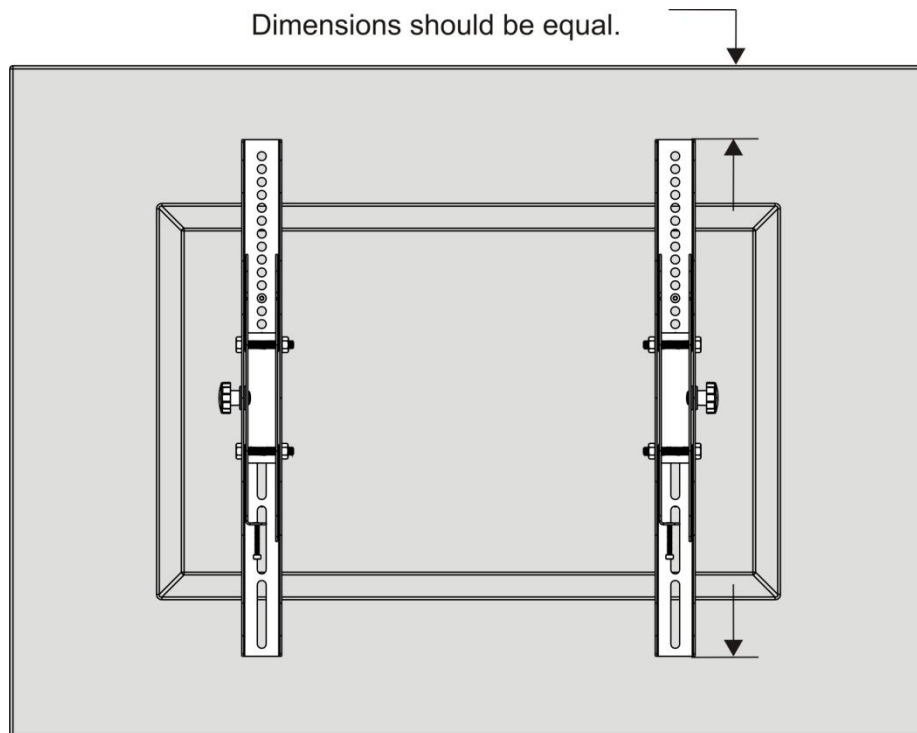

Fig. 5
- Posez l'écran de la télévision face vers le bas. Placez les fixations de l'adaptateur sur la partie arrière de l'écran puis alignez les trous en les centrant, comme cela est indiqué dans la Fig. 5.